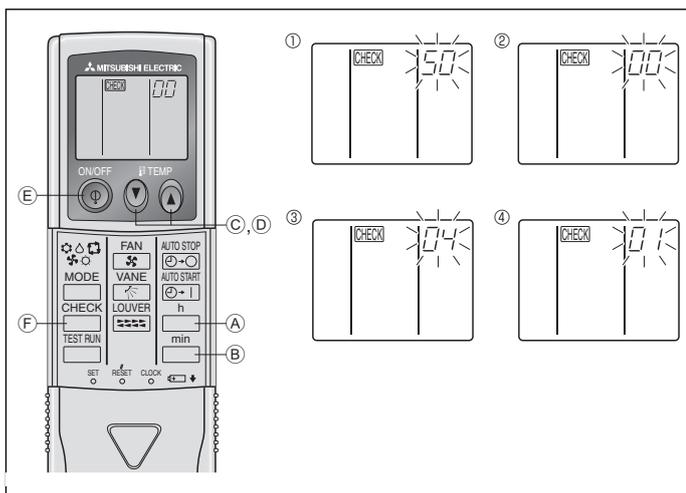

Fig. 6-10
- ⑧ Pulse el botón MODE (E) para que el modo y el número de configuración (I) y (II) estén continuamente activados y se pueda confirmar el contenido de la configuración.
- ⑨ Mantenga simultáneamente presionados los FILTER (A) y TEST RUN (E) durante dos segundos por lo menos. La pantalla de selección de funciones desaparecerá momentáneamente y aparecerá la visualización de desconexión (OFF) del acondicionador de aire.
2) Para el controlador remoto inalámbrico por infrarrojos (Fig. 6-10)
- ① Vaya al modo de selección de función